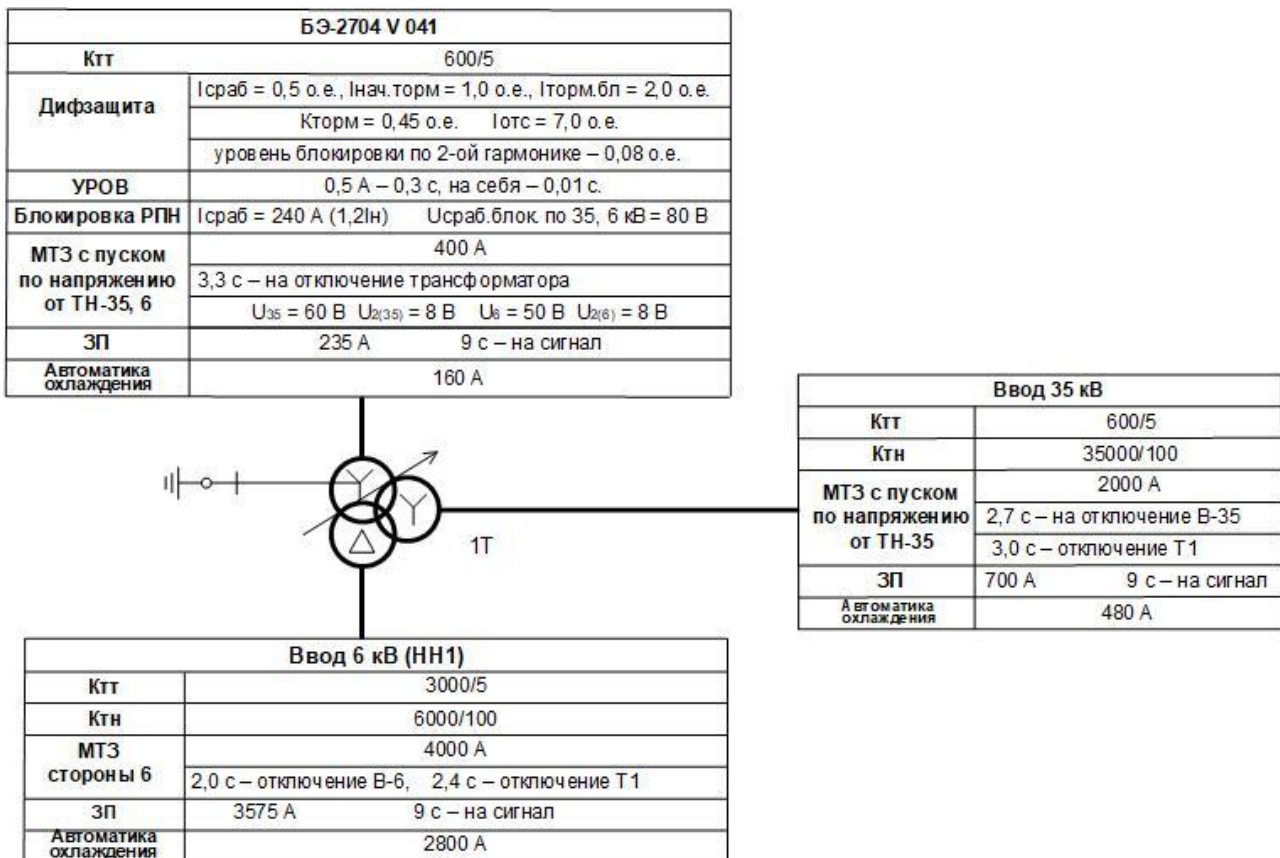

Рис. 34. Карта уставок в первичных значениях
Задание: Изменение параметров защит согласно, карты уставок на учебный стенд (рисунок 34, таблица 3).
- 7) Приступить к выставлению уставок, согласно карты уставок (рис. 34, табл. 3).